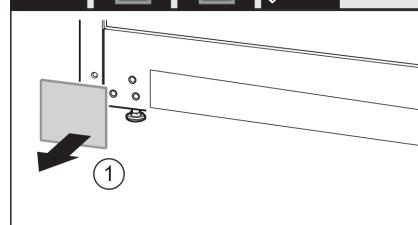

Fig. 12
- Detașați apărătoarea. Fig. 12 (1)